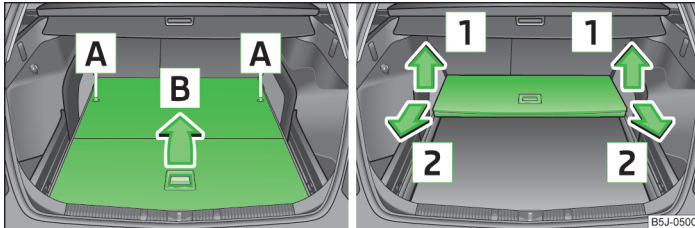

Abb. 51 Variablen Ladeboden zusammenklappen / herausnehmen
- › Den variablen Ladeboden durch Drehen der Sicherungsbolzen **A** nach links um ca. 180° entriegeln » Abb. 51.
- › Den variablen Ladeboden in Pfeilrichtung **1** » Abb. 51 hochklappen und durch Ziehen in Pfeilrichtung **2** herausnehmen.